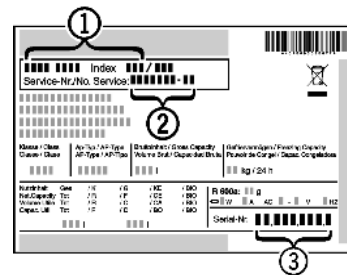

Fig. 21
nelse Fig. 21 (1),
servicenr. Fig. 21 (2)
og serienr. Fig. 21 (3)